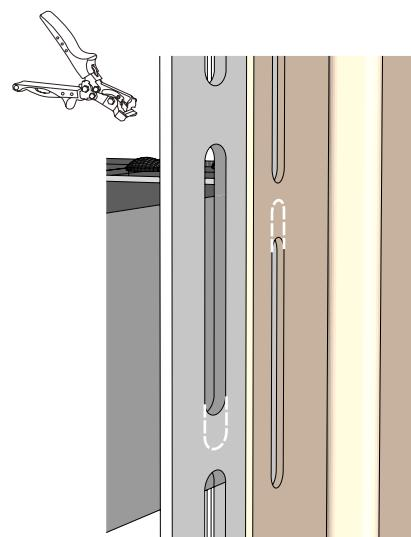

Рисунок 72
14.5 Перфорационные отверстия при совмещении могут не совпадать, иметь разную разбежку (рис. 72). В таких случаях, используя пробойник овальных отверстий, нужно подогнать перфорационные отверстия, удлинив их на одном, другом или обоих доборных элементах. После монтажа проходит согласно общим правилам монтажа.